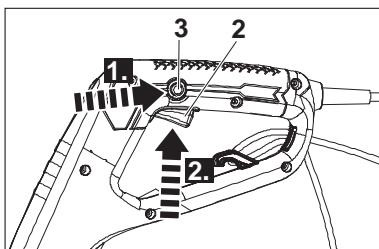

Fig. 10
1. Appuyez sur le bouton de déverrouillage [3] et maintenez-le en position (Fig. 10, étape 1).
2. Appuyez sur l'interrupteur marche/arrêt [2] pour mettre en route l'appareil (Fig. 10, étape 2), relâchez le bouton de déverrouillage [3] par la suite.